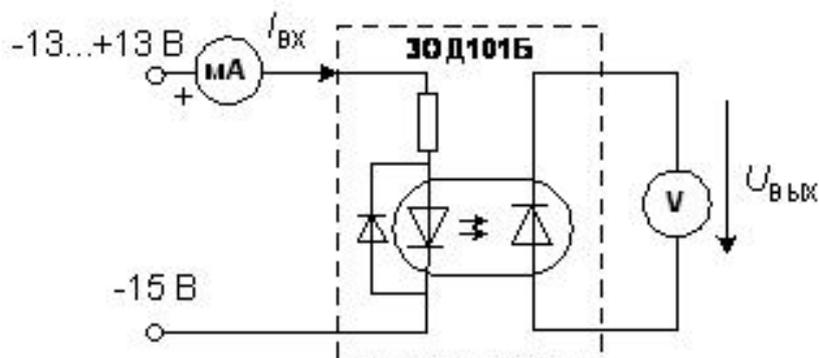

Рис. 7.3. Принципиальная схема диодной оптопары в фотогенераторном режиме
1. Соберите цепь (рис. 7.3) для снятия передаточной характеристики диодной оптопары в фотогенераторном режиме. После проверки схемы преподавателем подайте питание на панель выключателем «СЕТЬ».